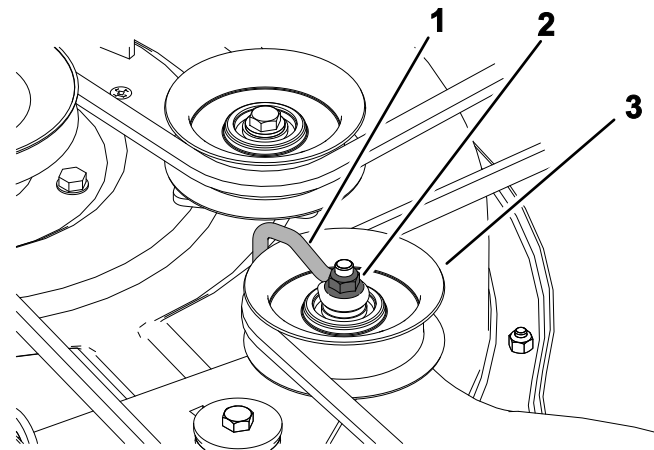

Figura 56
6. Afloje la tuerca que fija el soporte de alambre a la polea tensora (Figura 56).
Nota: Coloque el soporte de alambre contra el brazo tensor, tal y como se muestra en la Figura 56.